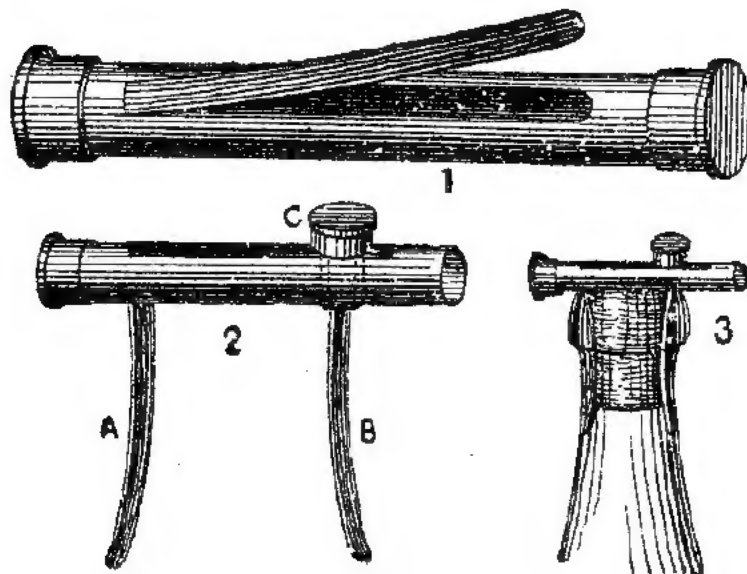

Fig. 64
*Autres tire-bouchons.* — Le tire-bouchon que nous allons faire connaître offre une particularité en ce sens que sa construction est excessivement simple, son usage le rend plus pratique que n'importe quel autre système. Ci-joint un croquis. La figure supérieure n° 1 (fig. 64) montre l'appareil replié; il se compose d'un tube de cuivre fermé à une extrémité par une espèce de chapeau fixe; dans la partie longitudinale sont pratiquées diamétralement à l'axe deux rainures de 0m,005 de largeur. A l'une des extrémités se trouve une lame en acier A montée à charnière à l'intérieur du tube de façon à pouvoir la déplier comme le montre le n° 2; à l'autre extrémité s'engage une autre lame B et pouvant, l'instru-